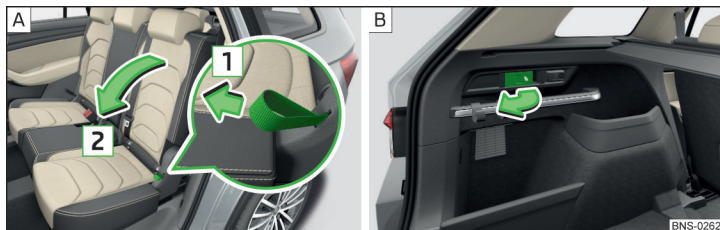

Fig. 91 Rabattre depuis l'habitacle / depuis le coffre
- Tirez sur les oeillets dans le sens de la flèche **1** sur le côté du siège et rabattez le dossier dans le sens de la flèche **2** vers l'avant » fig. 91. Le verrouillage doit s'enclencher de façon audible.
- Tirez la manette respective dans le sens de la flèche » fig. 91. Le dossier du siège est déverrouillé, le cas échéant rabattu.
- Tirez sur les oeillets **1** et relevez le dossier dans le sens inverse de la flèche **2** » fig. 91. Le dossier du siège doit être enclenché de façon audible.